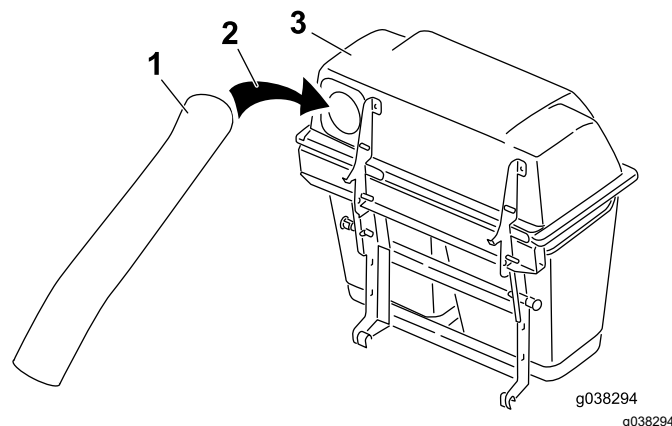

図 50
6. 上側チューブをバガー開口部に取り付けて、ホッパーシールが出るまで引き出す図 50。